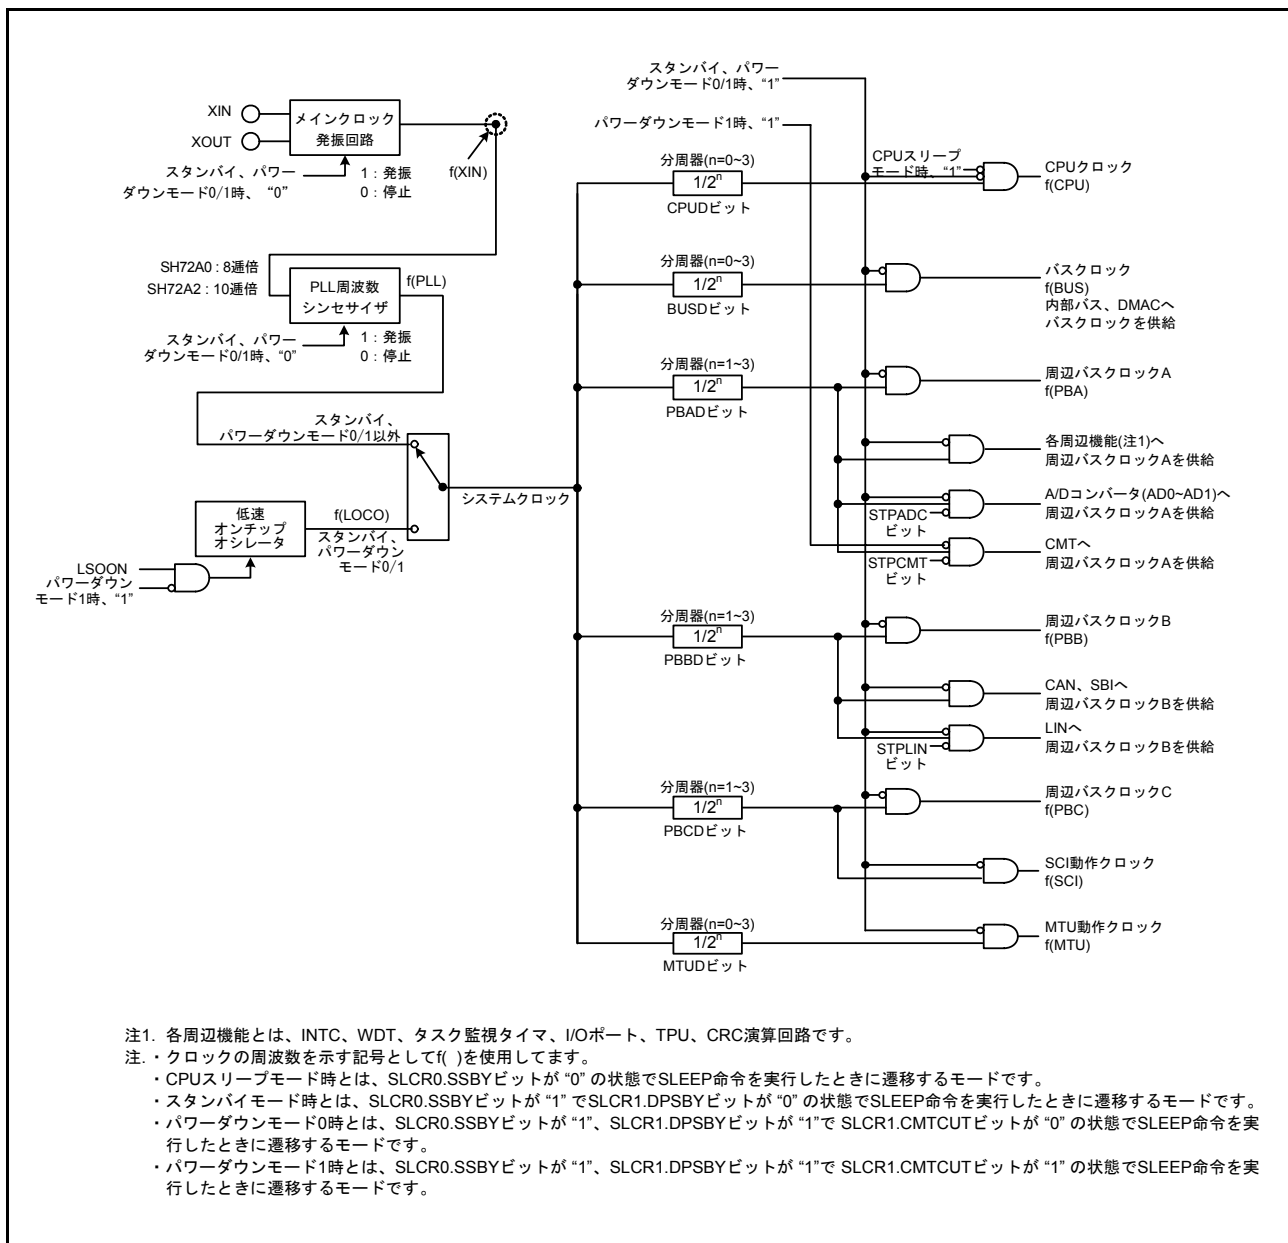

図 5.1 クロックのブロック図 (1)
表 5.1 にクロック発生回路、表 5.2 にクロックの仕様を示します。図 5.1 にクロックのブロック図 (1)、図 5.2 にクロックのブロック図 (2) を示します。